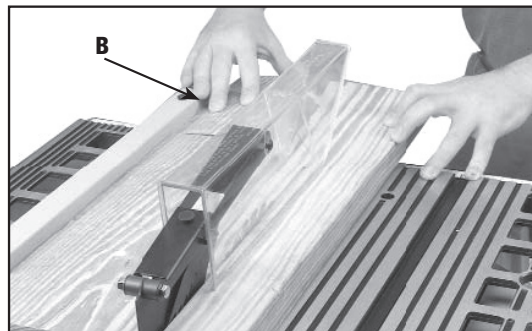

Fig. 40
El corte longitudinal se realiza a lo largo de una tabla. La guía de corte (A), Fig. 40, se utiliza para guiar y ubicar la pieza de trabajo en la posición correcta. Un borde del trabajo corre contra la guía de corte mientras que el lado plano de la tabla descansa sobre la mesa. Debido a que el trabajo es empujado a lo largo de la guía, debe tener un borde recto y un contacto firme con la mesa. Se debe usar la guarda de la hoja de la sierra. La guarda tiene dedos de antiretroceso para prevenir el retroceso y un separador para evitar que el corte de la madera se cierre y atasque la hoja.
1. Encienda el motor y haga avanzar el trabajo, sosteniéndolo hacia abajo y contra la guía. Nunca se pare en la línea de corte de la sierra mientras realiza el corte longitudinal. Sostenga el trabajo con ambas manos y empujelo a lo largo de la guía y hacia la hoja de la sierra (Fig. 40). Luego puede introducirlo en la hoja de la sierra con una o ambas manos. Después de que el trabajo pasó la hoja de la sierra y los dedos de antiretroceso, retire la mano. Una vez terminado esto, el trabajo quedará en la mesa, apenas inclinado y prensado por el extremo de la guía posterior, o se deslizará de la mesa al piso. Alternativamente, la alimentación puede continuar hasta el final de la mesa y después de eso, se levanta el trabajo y se lo lleva junto al borde externo de la guía. El material cortado permanece en la mesa y no debe tocarse hasta que se haya detenido la hoja de la sierra, a menos que la pieza sea grande y permita una remoción sin peligro. Cuando se cortan longitudinalmente tablas de más de 9,14 m (3 pies) de largo, utilice un apoyo para el trabajo en la parte posterior de la sierra para que la pieza no se caiga de la mesa de la sierra.